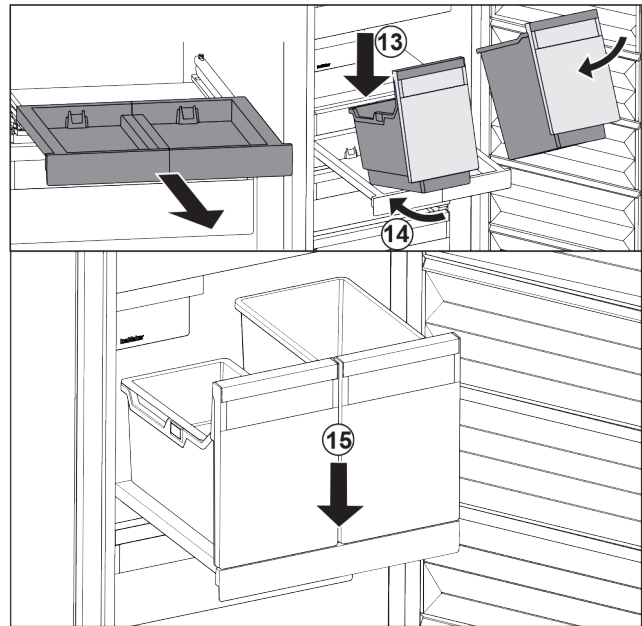

Fig. 24
- Bak schuin op het uitschuifplateau plaatsen. Fig. 24 (13)
- Bak er schuin naar achteren inschuiven. Fig. 24 (14)
- Bak aan voorzijde neerzetten. Fig. 24 (15)